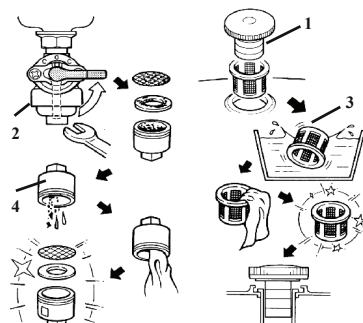

рис. 8
7.5.1 Снимите крышку бензобака 1 (рис. 8) и колпачок крана подачи бензина 2 (рис. 8), стараясь не повредить уплотнение. Слейте остатки топлива во вспомогательную ёмкость.
7.5.2 Удалите загрязнения с фильтров 3 и 4 (рис. 8) промыванием в лёгком растворителе (типа №646, Уайт-Спирит) и продувкой. Высушите фильтры и установите их на место.
7.7.2 Удалите или полностью выработайте имеющуюся в баке топливную смесь. Слив производите, сняв колпачок **2** (рис. 8) крана подачи топлива.